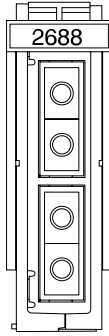

Figure 25. Carte optique 2688
2. Repérez une carte optique 2688 (voir figure 25 à la page 22) disponible sur votre unité centrale.